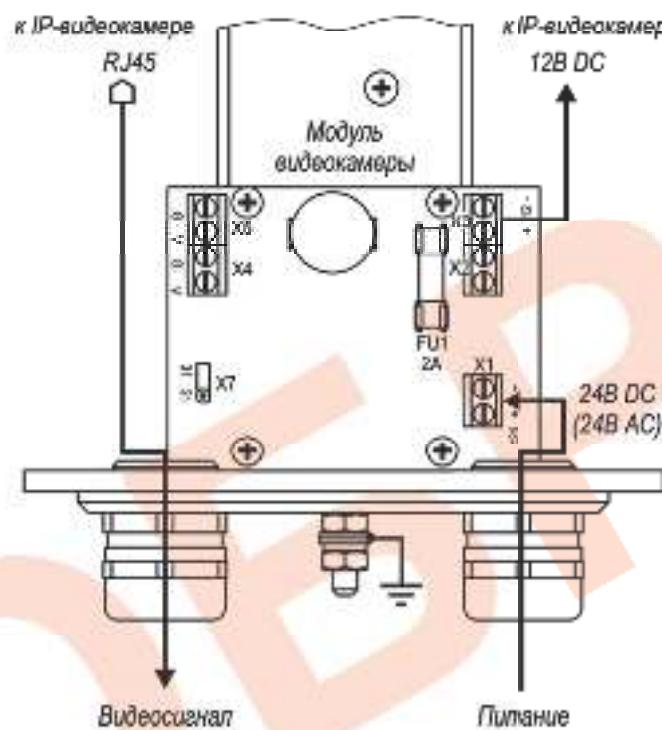

Рис.2 Схема подключения IP-видеокамеры
4. При необходимости изменить мощность обогрева, выкрутить 6 винтов крепления задней крышки гермобокса, вытащить модуль видеокамеры из корпуса и установить диаметр X/Y в нужное положение (рис.2). Установить модуль видеокамеры обратно в корпус. Закрутить 6 винтов крепления задней крышки с усилием 5±0,5Нм.
Предприятием изготовителем джампер X7 установлен в положение «31» - мощность обогрева 31 Вт, для изменения мощности на 21 Вт джампер X7 необходимо переставить в положение «21» (см. рис.2).